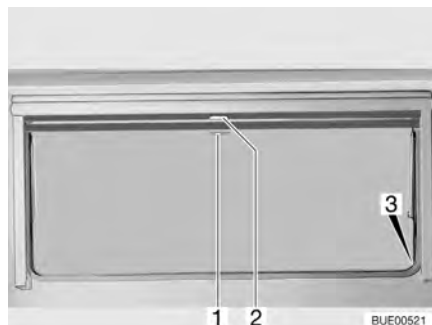

Bild 60 Överkantshängda fönster
- Drag ned mörklägningsrullgardinen med handtaget (Bild 60,2). När mörklägningsrullgardinen dras ned helt fäster man det i spjärrarna (Bild 60,3) på båda sidorna på fönsterkarmen.
- När mörklägningsrullgardinen är helt neddragen: Tryck ned handtaget (Bild 60,2) och drag det något inåt. Nu kan man ta loss mörklägningsrullgardinen ur spjärrarna på båda sidorna av fönsterkarmen.
- När mörklägningsrullgardinen inte är helt neddragen: Drag handtaget (Bild 60,2) lätt nedåt tills spjärrarna släpper.
- Drag ner insektsnätet med handtaget (Bild 60,1) och fäst det i spjärrarna (Bild 60,3) på båda sidorna av fönsterkarmen.
- Tryck ned handtaget (Bild 60,1) och drag det något inåt. Lossa insektsnätet ur spjärrarna på båda sidorna av fönsterkarmen.